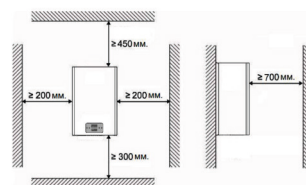

Рис. 8
- Установку электродота котла следует предусматривать исходя из условия удобства монтажа, эксплуатации и ремонта (См. Рис. 8)